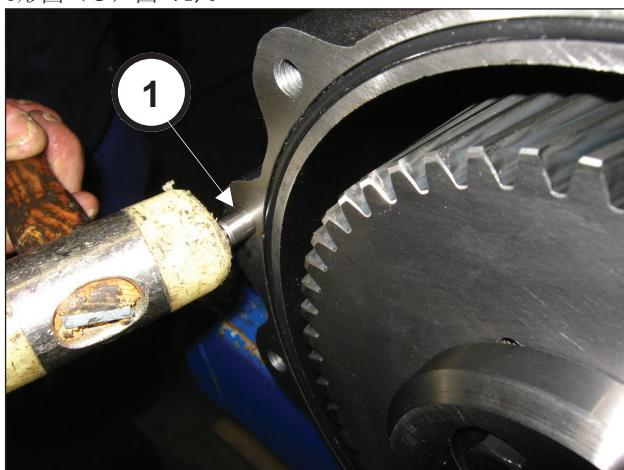
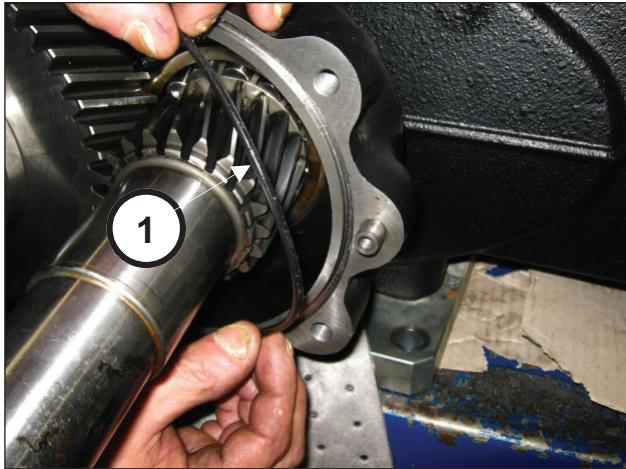

图 70
图 71
将2个销子 010×24 安装到减速齿轮箱 (①, 图 70) 并插入O形圈 (①, 图 71)。